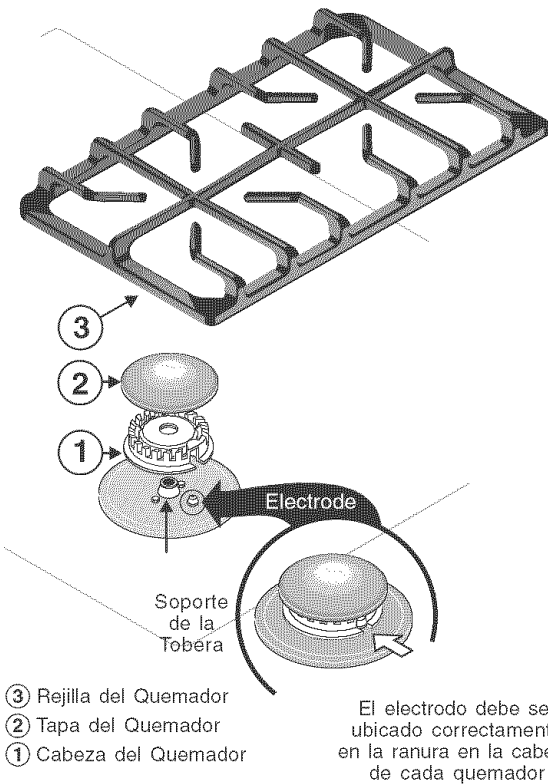

Figura 2
2. Coloque las tapas de los quemadores correctas en cada uno de los quemadores (el agujero piloto de la tapa del quemador debe quedar dirigido hacia arriba). Cada una de las 4 (cuatro) o 5 (cinco) cabezas de quemadores **DEBE** tener instalada una tapa de quemador para asegurar encendido apropiado y tamaño correcto de la llama del gas y debe ser colocada de modo que el agujero piloto quede dirigido hacia arriba **ANTES** de colocar las rejillas de los quemadores (Ver Figura 2).